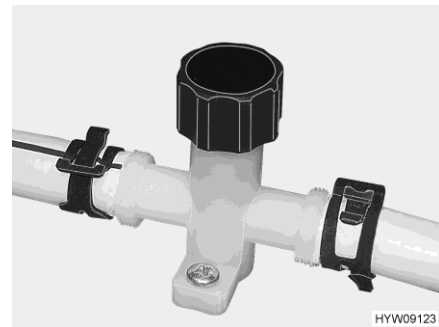

Bild 113 Avtappningskran (vattenledning)
- Stäng avtappningskranarna. Vrid avtappningskranens lock (Bild 113) medurs.